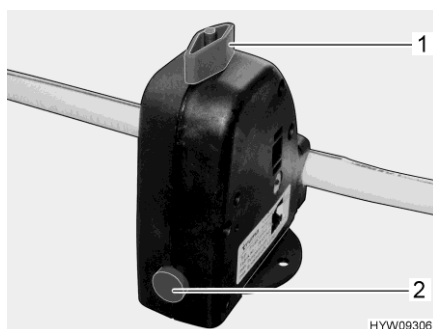

Bild 155 Säkerhets-/avtappningsventil (varmvattenberedare)
Varmvattenberedaren är utrustad med en säkerhets-/avtappningsventil (Bild 155). Säkerhets-/avtappningsventilen gör så att vattnet i varmvattenberedaren inte kallnar när det är frost och värmen inte är påslagen.
- Stäng säkerhets-/avtappningsventilen. Ställ vredet (Bild 155,1) diagonalt mot säkerhets-/avtappningsventilen och tryck in tryckknappen (Bild 155,2).
- Öppna säkerhets-/avtappningsventil. Vrid då vredet (Bild 155,1) mot säkerhets-/avtappningsventilen. Tryckknappen (Bild 155,2) skjuts ut. Nu töms varmvattenberedaren via säkerhets-/avtappningsventilen utomhus.